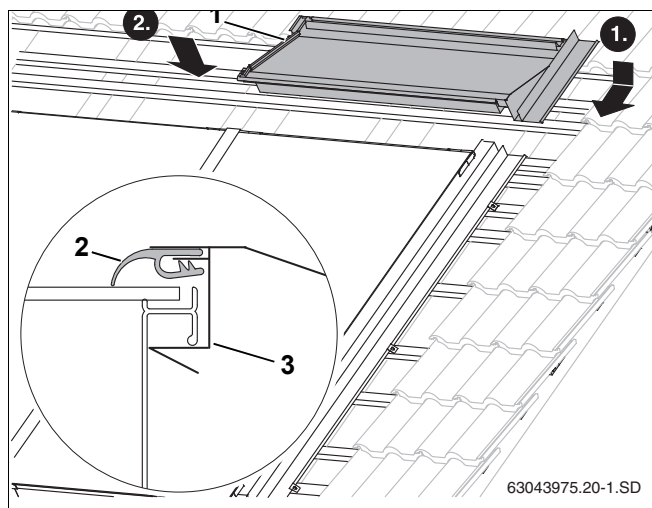

Рис. 56 Верхний правый накладной лист
- ▶ Введите верхний правый накладной лист (рис. 56, поз. 1) в правый боковой накладной лист.
- ▶ При нажатии на лист он входит под раму коллектора (рис. 56, поз. 3).
- ▶ Сверху на коллектор нужно уложить и вытянуть резиновый язычок (рис. 56, поз. 2).